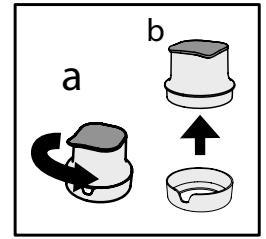
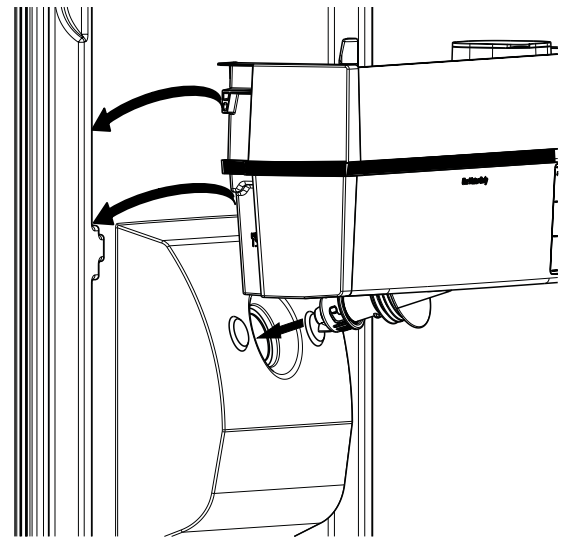

Fig. 5
Fig. 15
- Remova o funil do alojamento do filtro, rodando-o na direção contrária à dos ponteiros do relógio (Fig 5. a - b).
Depois, monte a prateleira para garrafas no depósito de água e monte-a na porta, conforme sugerido em Fig 15. Uma vez instalada, instale o filtro com o cartucho de carvão (conforme descrito em Fig 5, 6, 7, 8).